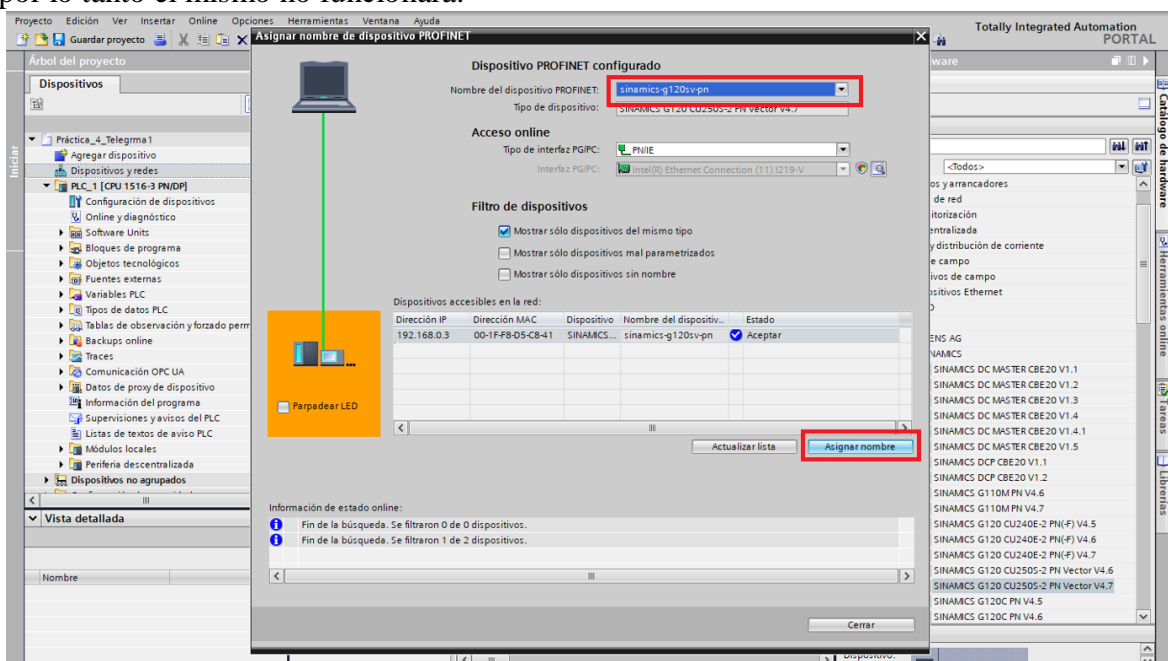

Figura 30. Identificación del variador de frecuencia.
- Luego hacer clic en “Actualizar lista” y luego seleccionar el dispositivo encontrado y para terminar con un clic en “Asignar nombre” (ver Figura 30).